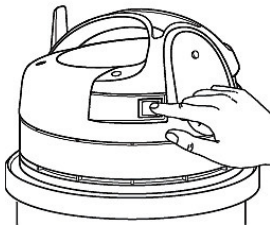

Abb. 8: EIN / AUS Schalter
Schritt 6: Stecken Sie den Stecker in die Steckdose und schalten Sie das Gerät am EIN/AUS Schalter ein (Abb.8).